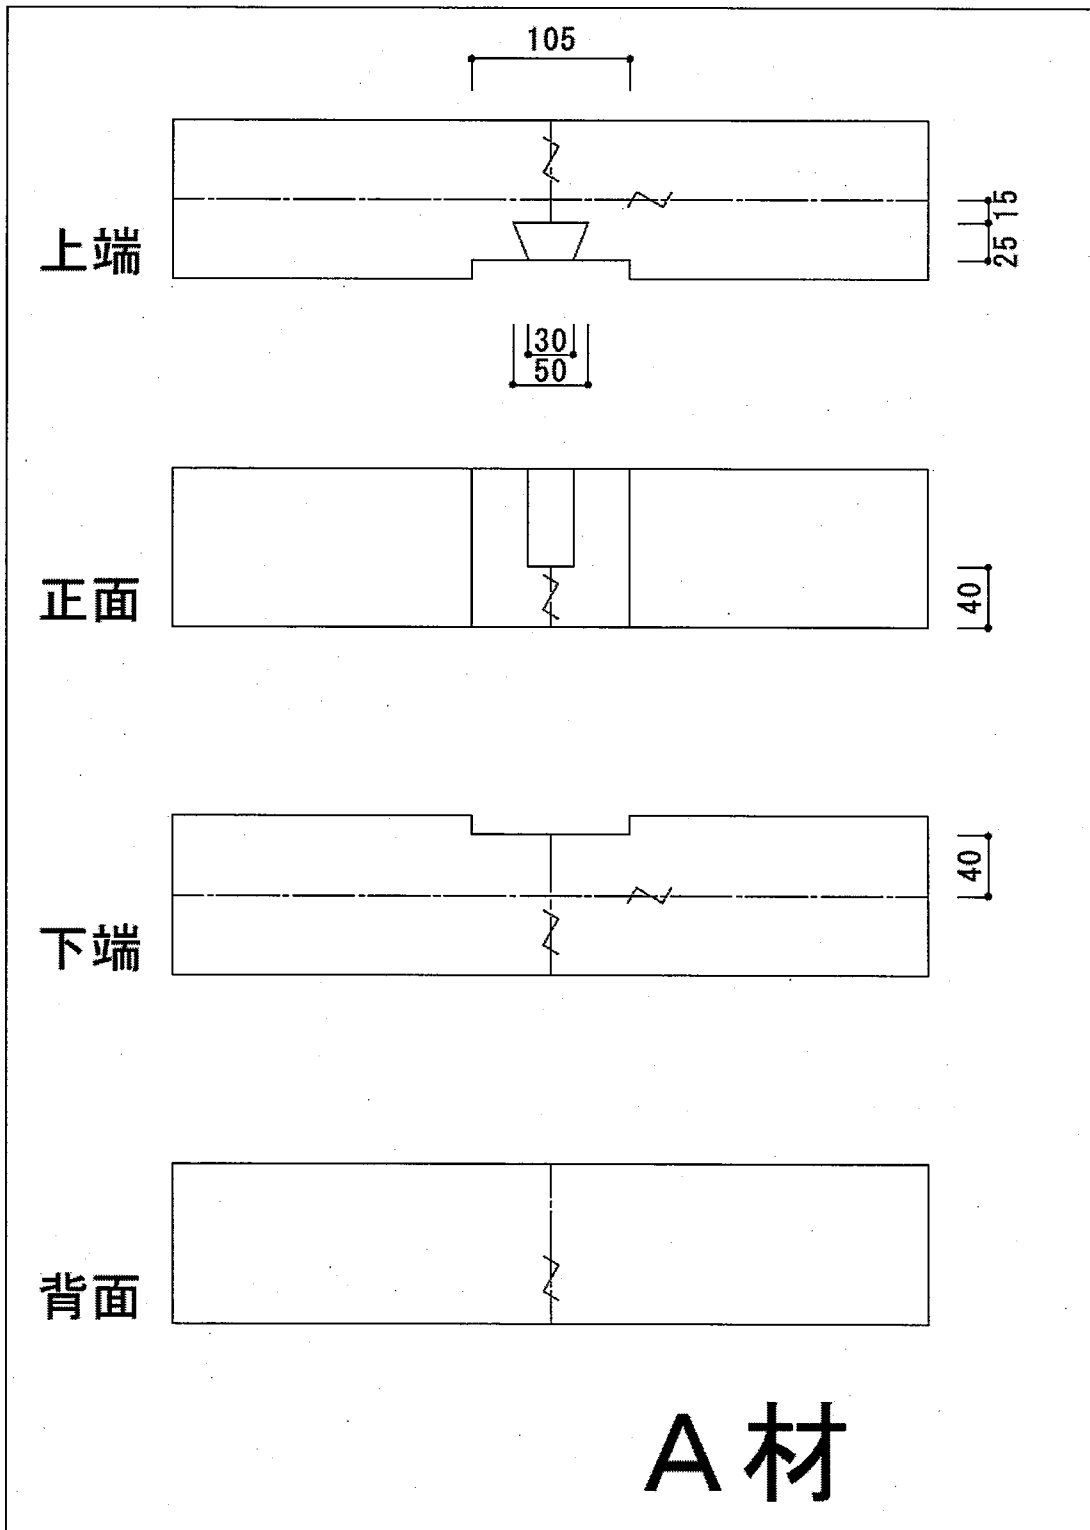
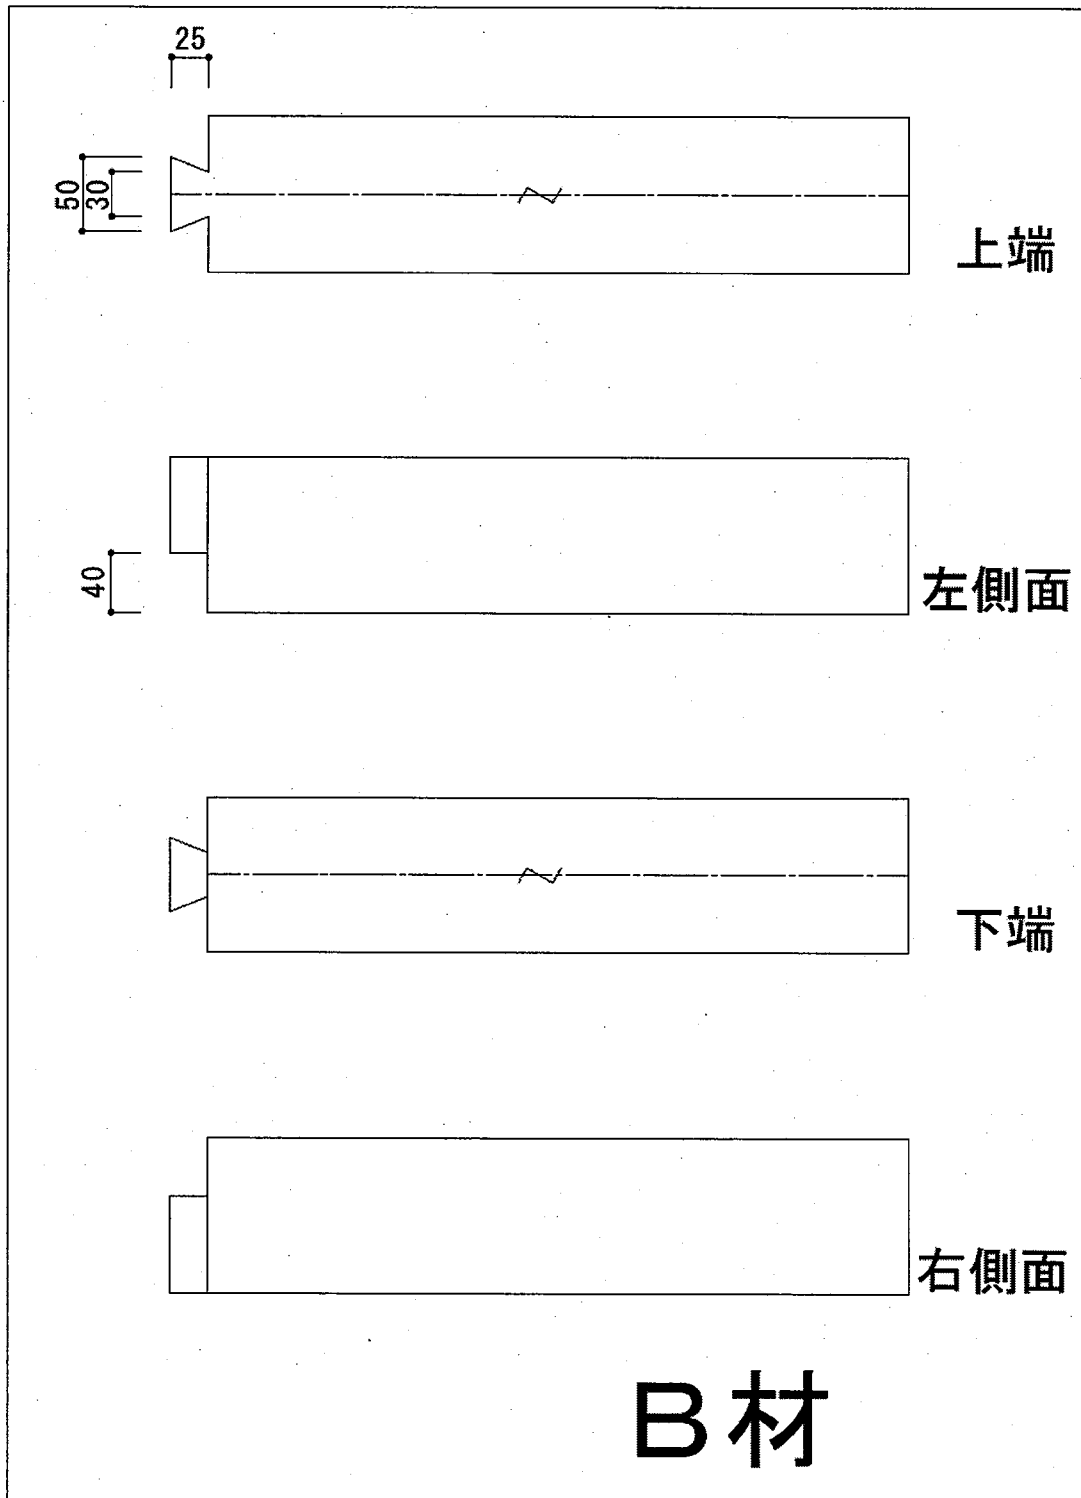

図 1
図2
- 1 次に示す使用工具を正しく使用し、あとの図1・図2を基に「大入れあり掛け」を完成させなさい。ただし、加工する材はA材、B材ともに105 mm × 105 mm × 750 mm とし、下に示した仕様を参考にし、加工後の寸法をA材700 mm、B材をA材の芯から600 mm となるようにすることとします。また、加工前にB材に対しA材の芯から450 mm のところに返し墨を回し、上端面に「ほぞ穴」の墨付けをすることとします。なお、「ほぞ穴」の寸法は30 mm × 90 mm とします。
(1) 墨付け
- ・各仕口部分の寸法は、図1・図2のとおりとする。
(2) 加工
(3) 組立て